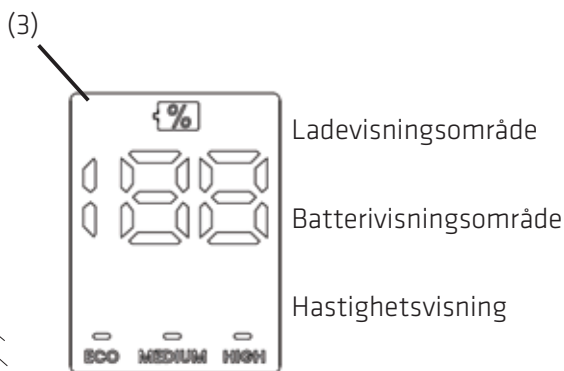

Fig.4-1b
Trykk ned skifteknappen (2) for å veksle sugeevnen til apparatet mellom mellom tre hastigheter. Trykk ned strømknappen (1) igjen for å stoppe apparatet. Under bruk må du følge med på lampene som viser strømmen (3) (se Fig. 4-1b). Når det er lite batteri, vil displayområdet vise «LO» og blinke for å minne deg på å lade. Apparatet slutter å fungere automatisk når alle indikatorene er slukket. (Du finner mer informasjon om maskinens hastighetsinnstillinger i merknadene nedenfor)